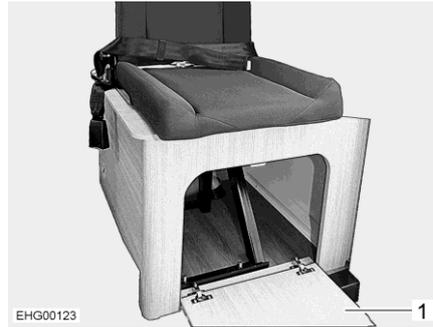

Fig. 32 Base cassapanca (aperta)
- Aprire lo sportello (Fig. 32,1) sulla base cassapanca ribaltandolo verso il basso.